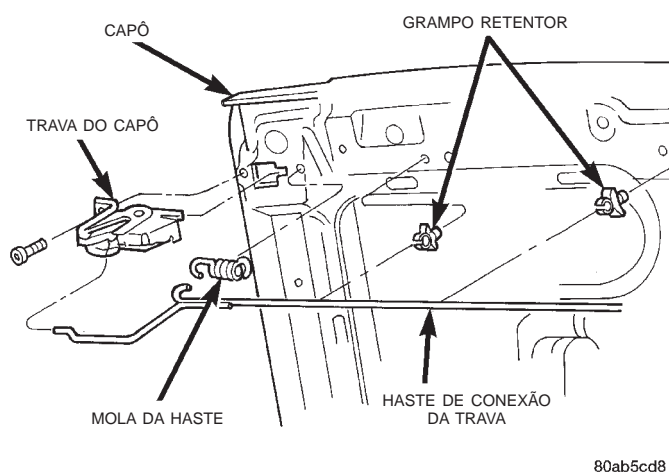

Fig. 5 Trava do Capô
(1) Remova o parafuso que prende a trava ao painel interno do capô (Fig. 5).
(2) Desligue a haste de conexão da trava.
(3) Remova a trava do capô.